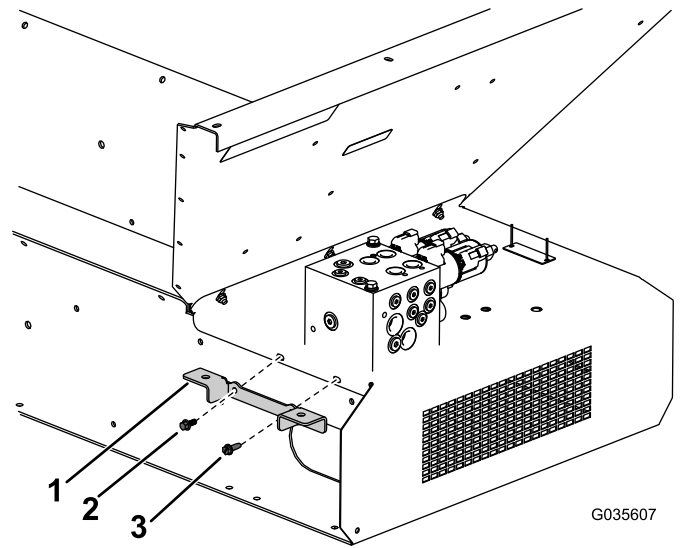

Figura 10
9. Instale o suporte de montagem na proteção da lavagem; consulte Figura 10 para saber qual é a orientação adequada bem como as ferragens.